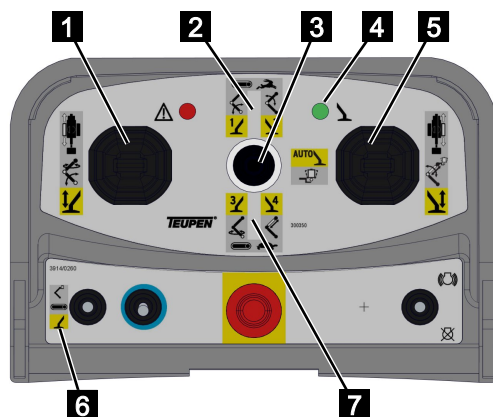

Abb. 93
2. Den Funktionswahlschalter auf [Stützenfunktion] (gelb) (Abb.93/6) stellen.
3. Den Vorwahlhebel (Abb.93/3) auf Stütze 1 und 2 (Abb.93/2) oder auf Stütze 3 und 4 (Abb.93/7) stellen.
4. Mit den Steuerhebeln (Abb.93/1 und 5) die gewünschte(n) Stütze(n) gemäß nachfolgender Tabelle bedienen.
5. Bei ordnungsgemäßer Abstützung leuchtet die grüne Leuchte (Abb.93/4) dauerhaft.